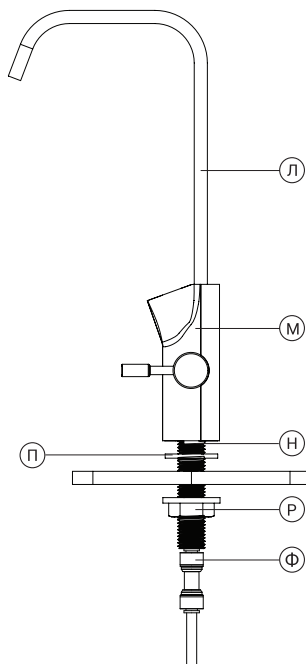

Рис. 12
2. Произведите монтаж крана (рис. 12) в следующей последовательности:
5. Свободный конец синей трубки 1/4", идущей от выхода постфилтра, подключите к фитингу 1/4" (Ф) (рис. 12) из комплекта поставки (см. раздел «Присоединение трубок» (стр. 9)).
6. Фитинг 1/4" вместе с установленной в него трубкой подключите к штоку крана чистой воды (см. раздел «Присоединение трубок» (стр. 9) и рис. 12).